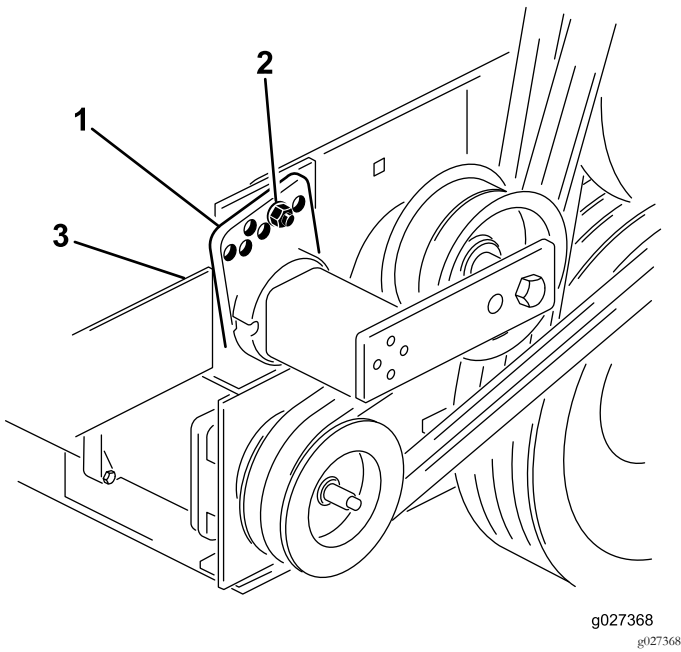

图14
3. 卸下将张紧器导板固定到驱动安装座的螺栓和螺母以放松皮带的张紧度 (图14)。